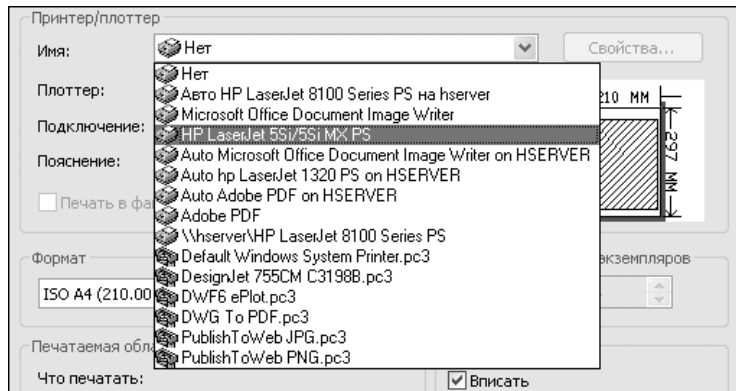

Рис. 14.4 ▼ Список **Имя** (Name) диалогового окна **Печать** (Plot) с перечнем установленных на ПК автора системных принтеров и плоттеров AutoCAD
**Примечание.** В списке **Имя** (Name), как видно из рис. 14.4, AutoCAD отображает два типа печатающих устройств: системные принтеры Windows (традиционные офисные устройства печати, доступные во всех приложениях Windows, с изображением принтера на значке) и плоттеры AutoCAD (устройства печати, доступные только из AutoCAD, с изображением графопостроителя на значке).
**Совет.** Если для вас актуальна проблема создания PDF-файлов из чертежей, освоите методы настройки плоттера AutoCAD DWG to PDF.pc3 (см. рис. 14.4 и 14.6). С помощью этого виртуального плоттера создание PDF-файла из любого чертежа займет у вас считанные секунды (рис. 14.21).